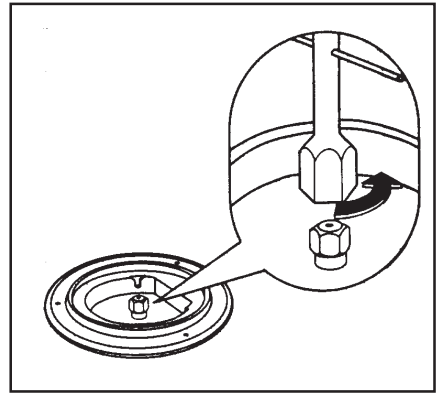

Рис. 5
- С помощью торцевого ключа 7 отвинтите инжекторы (рис. 5) и замените их соответствующими типу используемого газа (см. **табл. 2: Инжекторы**).